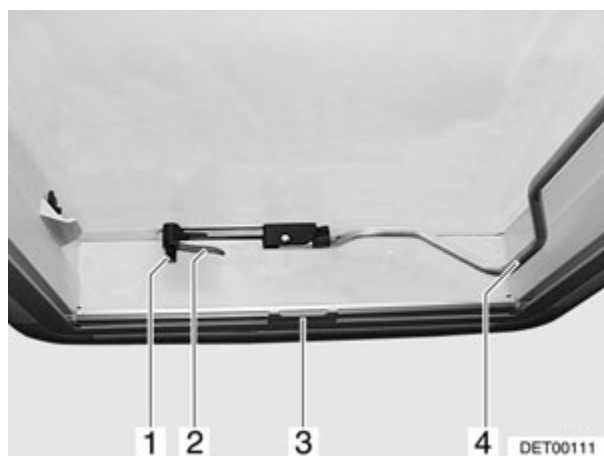
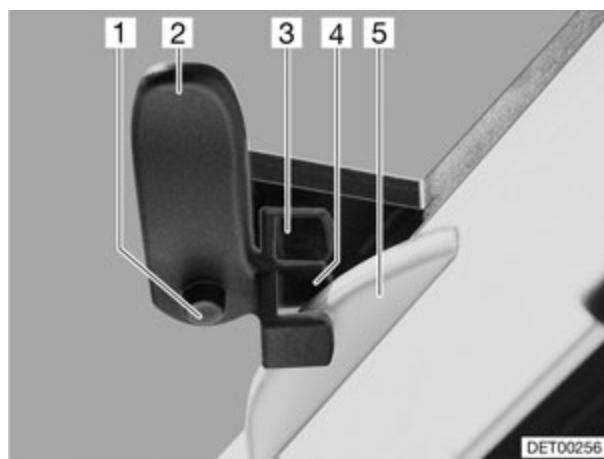

Fig. 43 Lanterneau Heki fermé
Fig. 44 Lanterneau Heki en position de ventilation 1
- Appuyer sur le bouton de sûreté (Fig. 43,1) et tourner d'un quart de tour vers l'intérieur le levier de verrouillage (Fig. 43,2).
- Tirer l'étrier (Fig. 43,4) vers le bas, hors du dispositif de blocage.
- Tourner le levier de verrouillage (Fig. 43,2 et Fig. 44,2) d'un quart de tour. Le nez du dispositif de verrouillage du toit (Fig. 44,5) doit s'enclencher dans la fourche de verrouillage (Fig. 44,3).
- Enfoncer le bouton de sûreté (Fig. 44,1) et remettre le levier de verrouillage (Fig. 44,2) dans sa position initiale. Le nez du dispositif de verrouillage du toit (Fig. 44,5) doit s'enclencher dans la fourche de verrouillage (Fig. 44,4) inférieure.